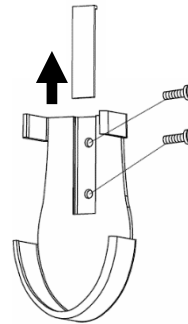

Abb. 13a
2. Entfernen Sie die Schraubenabdeckung, installieren Sie den Halter mit den 2 Schrauben und bringen Sie die Schraubenabdeckung wieder an. (Abb.13a).